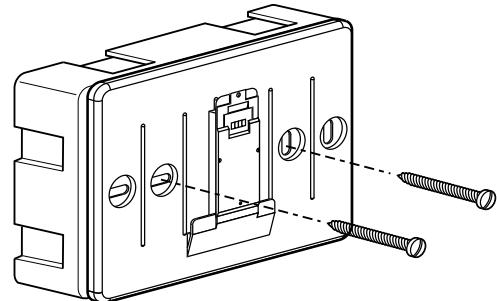

Fig. 2
- collegare la coppia di fili al connettore (come spiegato nella pagina seguente) e richiudere la lingetta di protezione (fig.2),